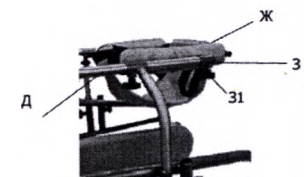

рис. 20
4. Установить бедренную обойму (Ж) на ручку (Д), надеть втулки (З) на ручки, зафиксировать положение винтами-барашками (З1) (рис. 20)